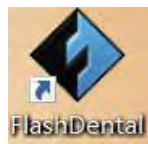

図54
1.この章では、3Dモデルのパラメータを設定してスライスファイルを生成する方法を解説します。操作は以下の通りです。図54に示すように、デスクトップのショートカットアイコンをダブルクリックし、FlashDentalソフトウェアを起動します。